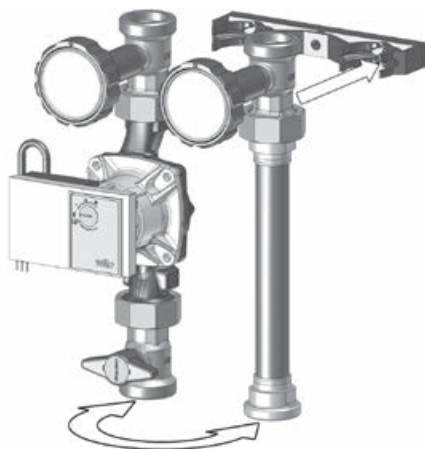

Fig. 12
4. Monter la colonne de circulation sur le côté gauche de la fixation murale et l'entretoise à brides sur le côté droit (fig. 12).